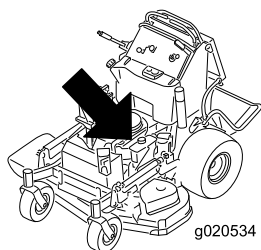

Figura 45
3. Sustituya el filtro de aceite del motor (Figura 45).